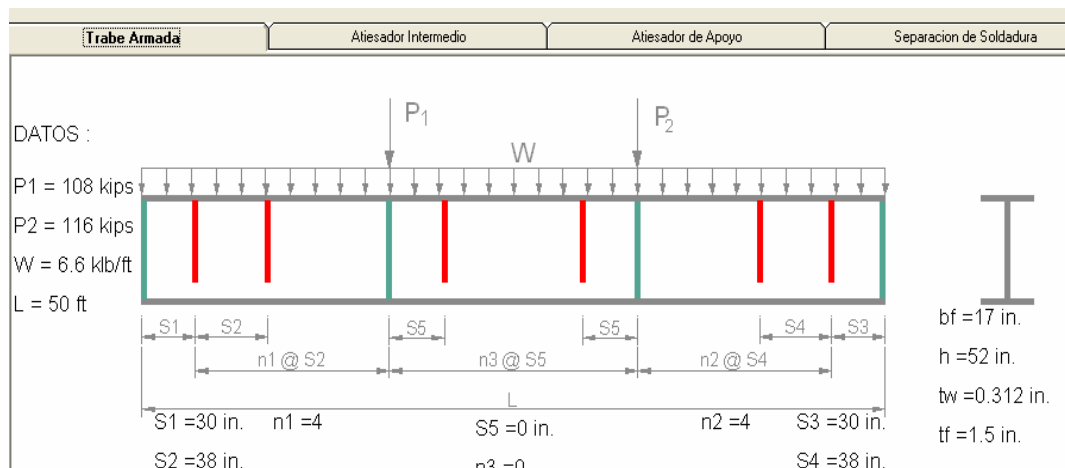

Figura 6.15 Dimensiones de la Trabe Armada
2. La Figura 6.15 muestra la carpeta “Trabe Armada”, la cual contiene las dimensiones de la trabe armada.